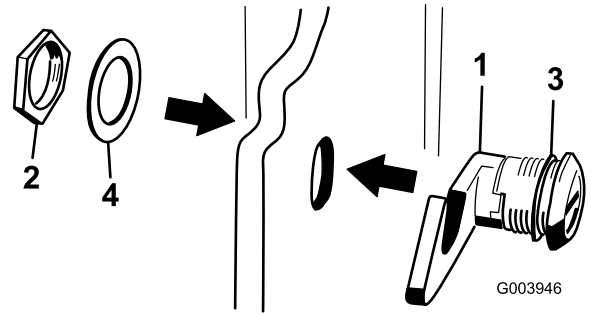

Figura 5
3. Togliete il dado dal gruppo del fermo del cofano (Figura 5).
4. Dall'esterno del cofano, inserite il lato gancio del fermo attraverso il foro presente nel cofano e assicuratevi che la rondella di tenuta in gomma rimanga sul lato esterno del cofano (Figura 5).